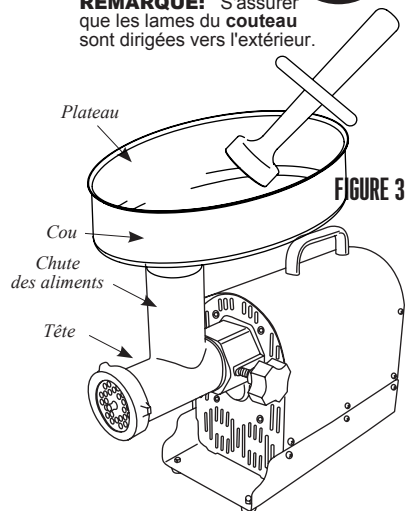

FIGURE 3
7. Insérer le col du plateau dans la chute d'aliments (FIGURE 3).
8. NE JAMAIS utiliser le hachoir sans le plateau bien fixé (FIGURE 3).